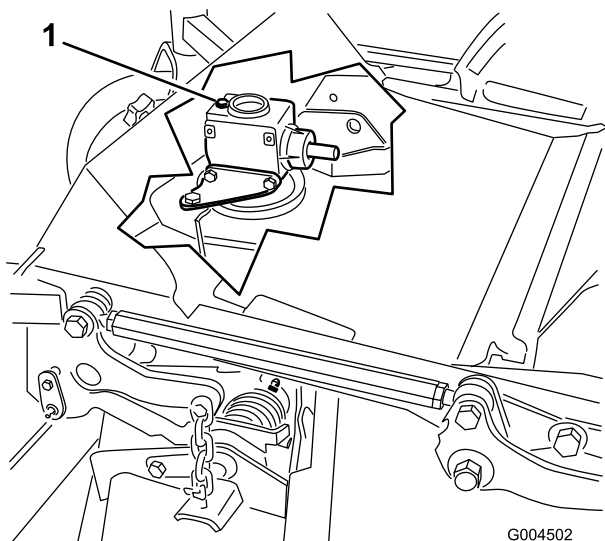

図 38
6. ギアボックスの上部についているディップスティック兼給油プラグ(図38)を取り、オイルの量が、ディップスティックについている2本のマークの間にあることを確認する。
6. ギアボックスの上部についているディップスティック兼給油プラグ(図38)を取る。